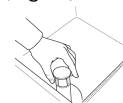

Fig.46
- 3- Aprire la porta e rimuovere il troppopieno. (Fig.46)